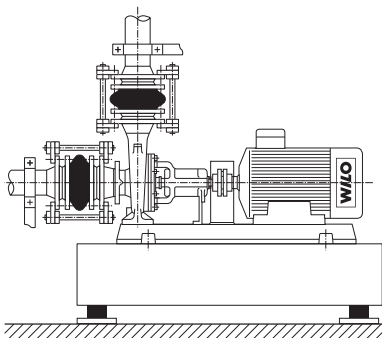

Fig. 10: Pumpe spannungsfrei anschließen
- Die Rohrleitungen dürfen keine Kräfte auf die Pumpe übertragen. Sie sind unmittelbar vor der Pumpe abzufangen und spannungsfrei anzuschließen (siehe Fig. 10).
- Die Ausdehnung der Rohrleitungen bei Temperaturanstieg ist durch geeignete Maßnahmen zu kompensieren (siehe Fig. 10). Lufteinschlüsse in den Rohrleitungen sind durch entsprechende Installationen zu vermeiden.